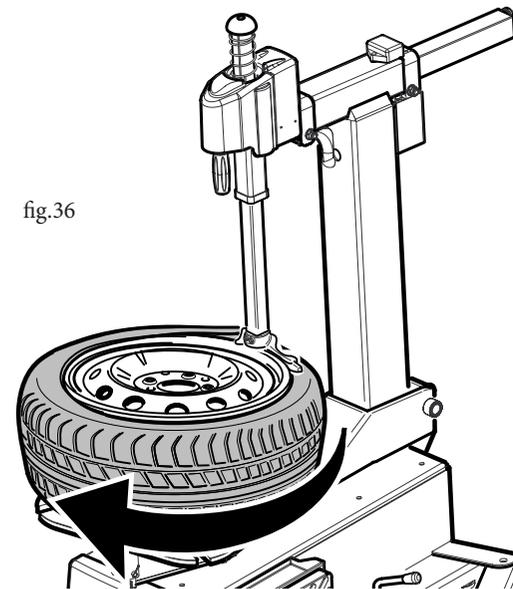

fig.36
OPERAZIONI DI MONTAGGIO (ved.fig.36 e fig. 34)
- Abbassare il palo premendo (e rilasciando subito) il pedale (D).
- Appoggiare il tallone sul bordo della torretta (I) e sotto la linguetta (fig.36).
- Far ruotare l'autocentrante premendo il pedale (A) avendo cura di far entrare il tallone nella gola centrale del cerchio, al fine di eliminare snervamenti del tallone stesso.
- Alzare il palo premendo sul pedale (D).
- Premere il pedale (D) per alzare il palo.
- Premere il pedale (C) per sbloccare il cerchio.
MOUNTING (see fig.36 and fig. 34)
- Lower the column pressing (and immediately releasing) pedal (D).
- Rest the bead on the edge of the head (I) and under the tongue (fig. 36).
- Rotate the chuck by pressing the inverter pedal (A) making sure that the bead enters the central channel of the rim so as to avoid straining the bead
- Raise the column by pressing pedal (D).
- Press pedal (D) to raise the column.
- Then press pedal (C) to release the rim.
OPERATIONS DE MONTAGE (fig. 36 et 34)
- Baisser la colonne en appuyant (et en lâchant immédiatement) sur la pédale (D).
- Appuyer le talon sur le bord de la tourelle (I) et en dessous de la languette (fig.36).
- Faire tourner l'autocentreur en appuyant sur la pédale (A), prenant soin de faire rentrer le talon dans la gorge centrale de la jante, afin d'éliminer des affaiblissements au talon même; pour rendre cette opération plus facile, on conseille de presser avec les mains sur le pneu.
- Lever la colonne en appuyant sur la pédale (D).
- Appuyer sur la pédale (D) pour lever la colonne.
- Appuyer sur la pédale (C) pour débloquer la jante.
MONTAGEARBEITEN (siehe Abb. 36 und 34)
- Die Tragsäule durch kurzen Druck auf das Pedal (D) herunterlassen.
- Den Wulst an den Rand des Drehkopfs (I) und unter den Keil (Abb. 36) legen.
- Den Selbstzentrierer durch Pedaldruck (A) zum Drehen bringen und dabei darauf achten, daß der Wulst in die Mittelrinne des Felgens hineingleitet, um so die Zerfaserung des Wulstes zu vermeiden. (bei diesem Vorgang ist es ratsam, durch Drücken mit den Händen auf den Reifen nachzuhelfen).
- Die Tragsäule durch Druck auf das Pedal (D) hochheben.
- Das Pedal (D) drücken, um dem Mast anzuheben.
- Das Pedal (C) drücken, um den Felgen freizulegen.
OPERACIONES DE MONTAJE (fig. 36 y 34)
- Baje la columna apretando durante poco el pedal (D).